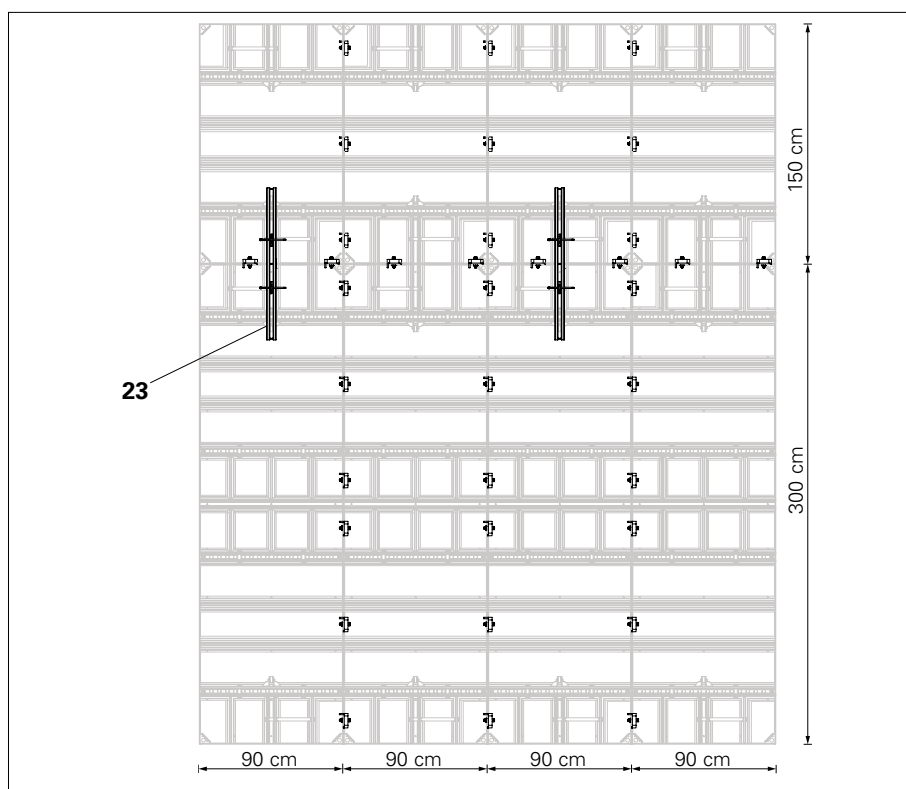

Fig. C6.04
Altezza raffigurata = 450 cm (Fig. C6.04)
Se non è necessario il preassemblaggio per l'estensione in altezza, è possibile seguire un andamento come illustrato nella Fig. C6.04 per l'allineamento verticale per mezzo di traverso di compensazione HSA 95 (23).